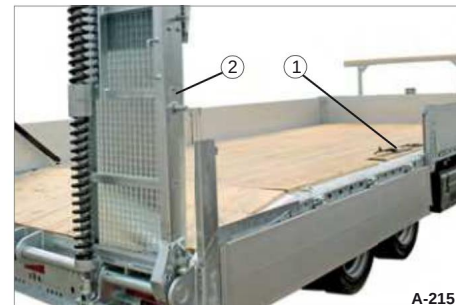

Fig. 53 Fjern sikkerhedsklemmen
• Placer hele sikkerhedsstrammeren (fig. 53/1) sikkert væk for at forhindre skader.